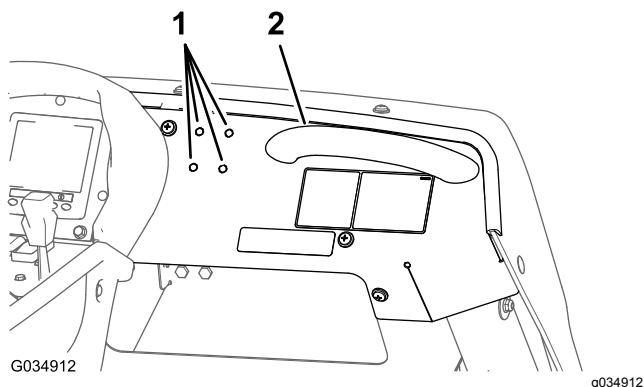

図 129
1. ダッシュパネルの左側握りハンドルの左側にある4枚の打ち抜きパネル6 mmを探し出す (図 129)。
2. ダッシュパネルを打ち抜いて4つの穴を作る (図 129)。